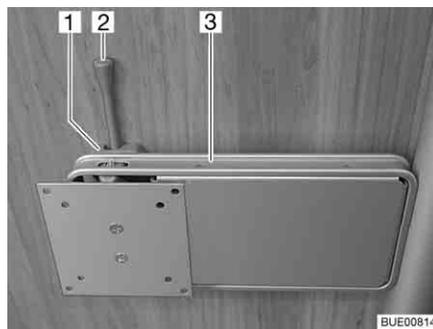

Fig. 54 Fijación en la columna
- Empujar la palanca de desbloqueo (Fig. 54,2) hacia el lado y girar el soporte (Fig. 54,3) junto con la pantalla plana a la posición deseada.
- Girar la pantalla plana hacia la posición inicial hasta que el soporte (Fig. 54,3) engatille en el bloqueo (Fig. 54,1).